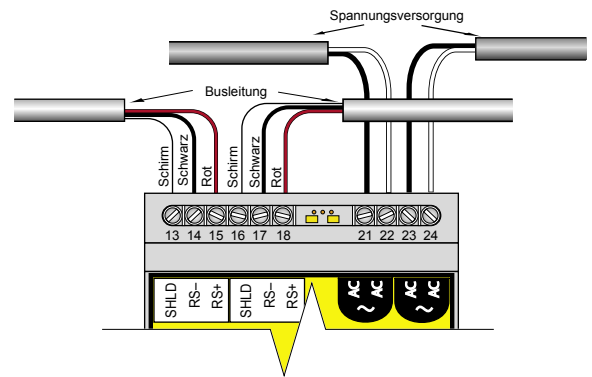

Abbildung 3. Spannungsversorgung und Busanschluss
Das TTSIM-2 überträgt sämtliche Alarm- und Statusmeldungen über geschirmte RS-485 Twisted-Pair-Busleitungen. Zwei der insgesamt vier Adern der Stromversorgungs- und Busleitung werden für Buszwecke benutzt, während die beiden anderen Adern zum Übertragen der Versorgungsspannung dienen. Alternativ kann für die Versorgungsspannung eine eigene Leitung verlegt werden (Abbildung 3). Abgesehen vom letzten TTSIM-2 sind an jedes Modul zwei Leitungen angeschlossen: eine Zuleitung vom TTSIM-128 oder einem anderen Host-System und eine Ableitung für den Anschluss an das nächstfolgende TTSIM-2.
- Als nächstes werden die vier Hauptadern auf einer Länge von etwa 6 mm abisoliert, um die folgenden Verbindungen herzustellen (Abbildung 3):